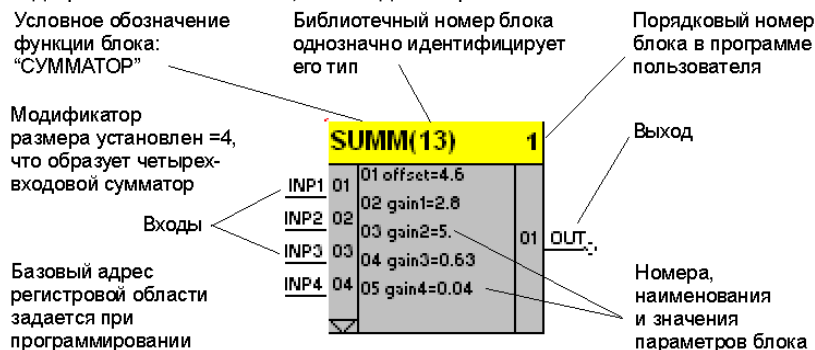

Рисунок 2.2 - Функциональный блок сумматора
**Функциональный блок** - это графическое изображение вызова одной из функций. Графически каждый функциональный блок можно представить в виде прямоугольника (см. рис. 2.2), внутри которого имеется обозначение функции, выполняемой блоком. Входы функционального блока соединяются связями с другими блоками. Один или несколько функциональных блоков соединены связями между собой, образуют программу на языке FBD.
Так, например, на рис.2.2, на вход сумматора поступает 4 сигнала. Эти сигналы суммируются с учетом соответствующих масштабных коэффициентов, которые указаны в параметрах, добавляется смещение и результирующий сигнал поступает на выход функционального блока.
Таким образом, на выходе функционального блока сумматора формируется сигнал, который зависит от входных сигналов и установленных параметров и для примера на рис. 2.2 может быть представлен математической зависимостью: